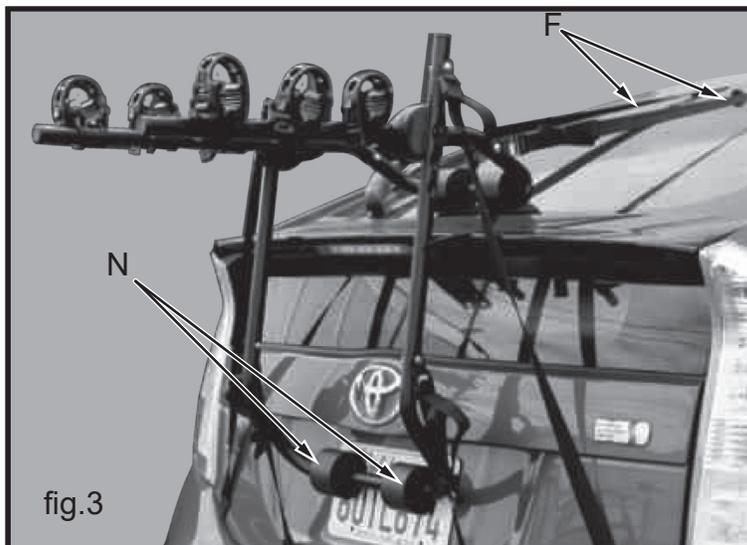

fig.3
4. Position the carrier onto the rear of the car approximately where it will rest once the straps are attached and adjust the angle of the arms and the rack to make sure that none of the steel parts of the carrier contact the car's surface. We recommend that there be at least a 1 inch (2.5 cm) gap between the steel parts of the rack and the car body. On some station wagons, SUV's or vans the top sponge pads may rest on the rear glass. This is OK, as the weight of the bikes will be supported by the top straps (F, fig.3) and the bottom sponge pads (N, fig.3) with little weight on the top sponge pads. In these cases, be sure that the rack placement does not interfere with rear-mounted wiper arms.
It is recommended that the arms that hold the bicycles be positioned so that they are roughly parallel to the ground or pointed slightly up as in fig.3. You may have to try this a few times until you get the correct fit.
4. Positionnez le support à l'arrière de la voiture approximativement où il sera une fois les sangles attachées et ajuster à l'angle du bras et du support. Assurez-vous qu'aucune des pièces en acier du support n'est en contact avec la surface du véhicule. Nous recommandons qu'il y ait au moins un espace de 2,5 cm (1 pouce) entre les pièces en acier du support et de la voiture. Sur certaines familiales, VUS ou fourgonnettes, les coussinets éponge supérieurs peuvent reposer sur la vitre arrière. C'est correct, car le poids des vélos sera soutenu par les sangles supérieures (F, fig.3) et le coussinet éponge inférieur
(N, fig.3) avec peu de poids sur les coussinets éponges supérieurs. Dans ces cas, assurez-vous que le support ne s'interfère pas avec l'essuie-glace monté à l'arrière.
Il est recommandé que les bras qui maintiennent les vélos soient positionnés de façon à ce qu'ils soient à peu près parallèles au sol ou légèrement pointés vers le haut comme sur la fig.3. Quelques essais seront peut-être nécessaires jusqu'à ce que vous obteniez l'ajustement correct.